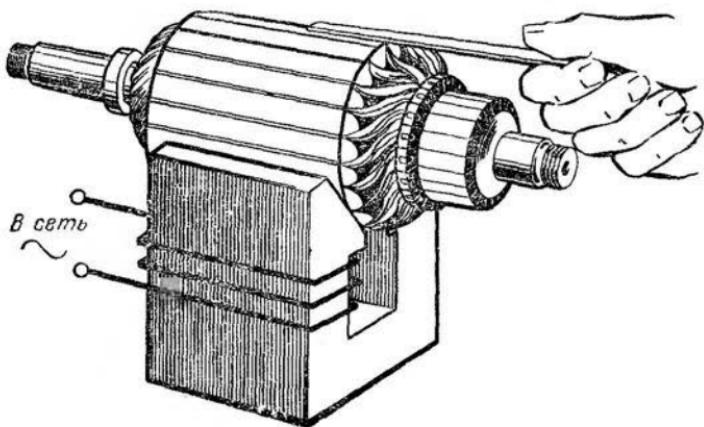

Рис. 128. Проверка якоря генератора на отсутствие виткового замыкания
**Осмотр и проверка якоря.** Якорь генератора проверить на отсутствие междувитковых замыканий (рис. 128), а также замыканий обмотки на пакет железа на приборе 533.